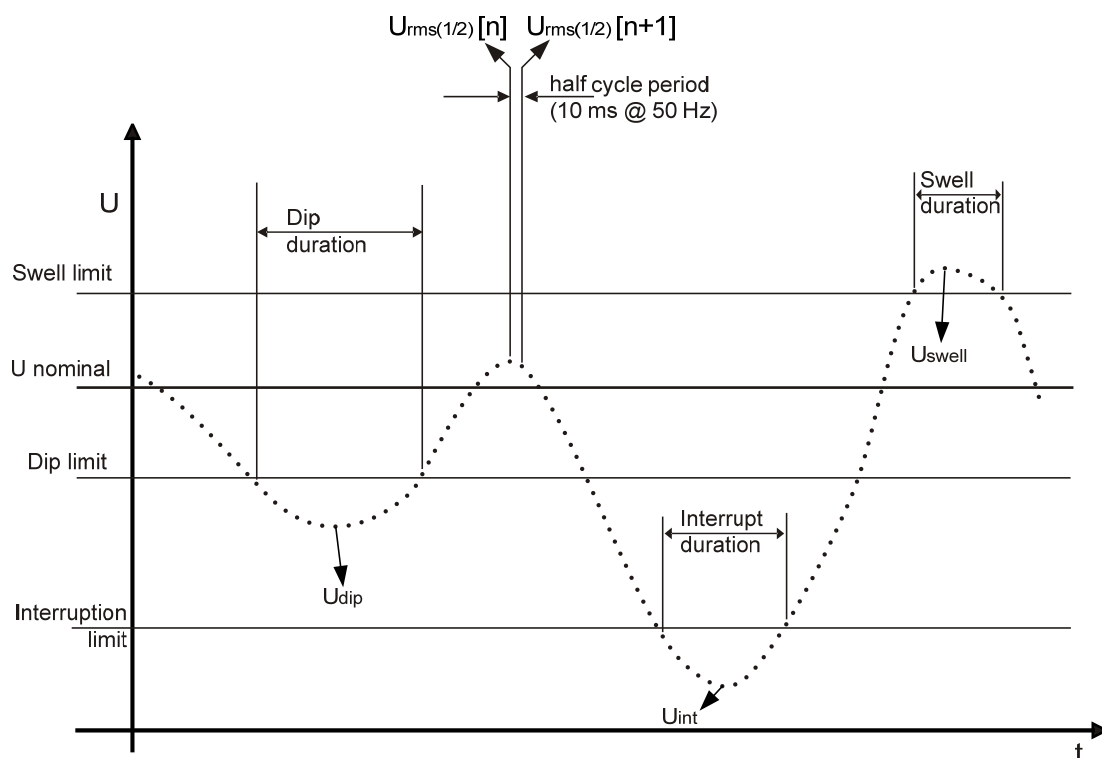

Abbildung 5.8 Definition Spannungsereignisse
- Bei Einphasensystemen beginnt ein Spannungsabfall, sobald die Spannung  $U_{Rms(1/2)}$  den Schwellenwert für den Spannungsabfall unterschreitet, und er endet, wenn die Spannung  $U_{Rms(1/2)}$  größer gleich dem Schwellenwert für den Spannungsabfall plus 2% der Hysteresespannung ist (s. Abbildung 5.8)
- Bei Einphasensystemen beginnt ein Spannungsanstieg, sobald die Spannung  $U_{Rms()}$  den Schwellenwert für den Spannungsanstieg überschreitet, und er endet, wenn die Spannung  $U_{Rms(1/2)}$  kleiner gleich dem Schwellenwert für den Spannungsanstieg plus 2% der Hysteresespannung ist (s. Abbildung 5.8)
- Bei Einphasensystemen beginnt eine Spannungsunterbrechung, sobald die Spannung  $U_{Rms(1/2)}$  den Schwellenwert für die Spannungsunterbrechung unterschreitet, und sie endet, wenn die Spannung  $U_{Rms(1/2)}$  größer gleich dem Schwellenwert für die Spannungsunterbrechung plus Hysterese ist (s. Abbildung 5.8).